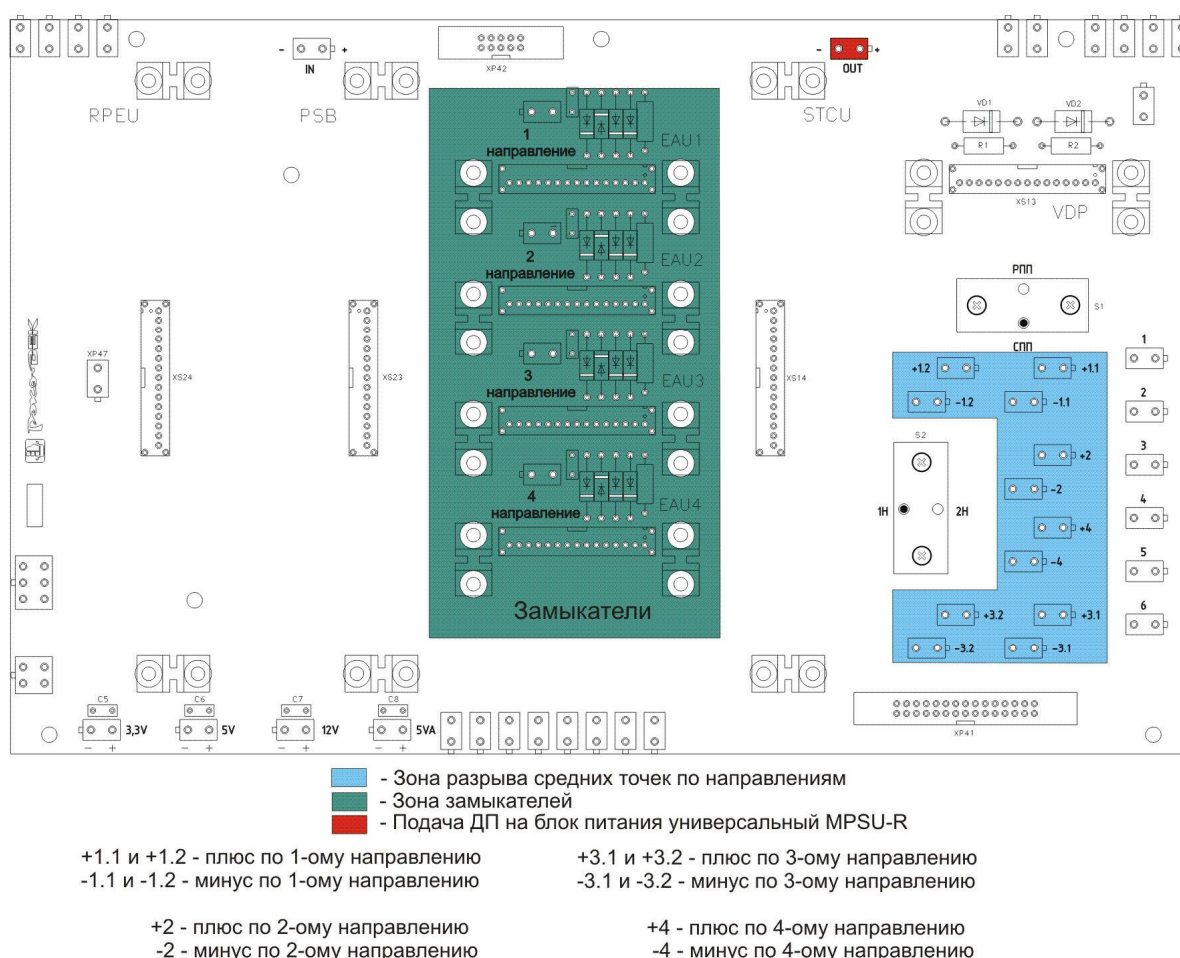

Рисунок 11
2.1.14 Для режима СПП переключатель S1 на плате кросс 2 (см. рисунок 11) должен быть установлен в положение “СПП”.
2.1.15 При организации соединения модемов с одним отводом в модуле переключатель S2 на плате кросс 2 (см. рисунок 11) должен устанавливаться в положение “1Н” (используется 2-ое направление).
Блоки EAU-R устанавливаются в позиции “EAU1” ... “EAU4” на плате кросс 2, которые соответствуют 1-му...4-му направлениям соответственно (см. рисунок 11).
Перемычки “+1.1”, “-1.1”, “+1.2”, “-1.2” соответствуют портам DSL 1, 2, 4, 3 модема RTA и отвечают за первое направление (см. рисунок 11).
Для ввода дистанционного питания необходимо установить блок ввода дистанционного питания VDP-R в позицию “VDP” на плате кросс 2 (см. рисунок 11). С помощью кабеля, входящего в комплект поставки, соединить модуль с внешним источником дистанционного питания (например, RPU-700).
2.2.3.1 Для трансляции дистанционного питания через модуль без выделения ДП (модуль питается от внешнего источника), необходимо установить перемычку в разъем XP47 (см. рисунок 11). При этом блок RPEU-R не должен устанавливаться в кросс 2.